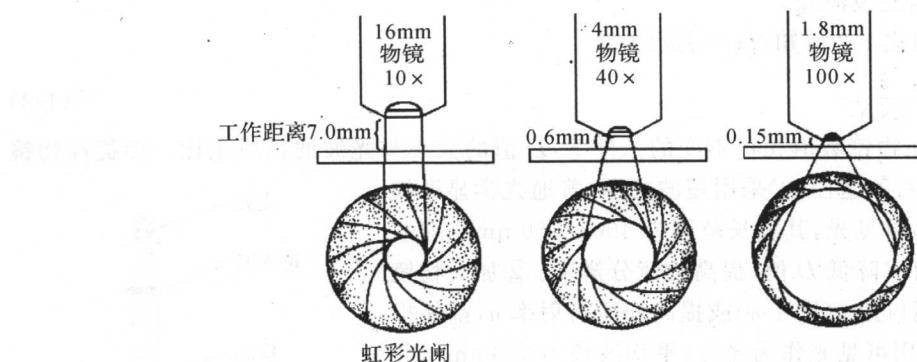

图 1-3 物镜焦距、工作距离与光圈孔径之间的关系
(3)聚光器: 聚光器又称聚光镜, 它的功能是把平行的光线聚焦于标本上, 增强照明度。聚光器安装在镜台下, 可上下移动。使用低倍物镜(简称低倍镜)时应降低聚光器, 使用油镜时则应升高聚光器。聚光器上附有虹彩光阑(俗称光圈), 通过调整光阑孔径的大小, 可以调节进入物镜光线的强弱(物镜焦距、工作距离与光圈孔径之间的关系见图 1-3)。在观察透明标本时, 光圈宜调得相对小一些, 这样虽会降低分辨率, 但可增强反差, 便于看清标本。